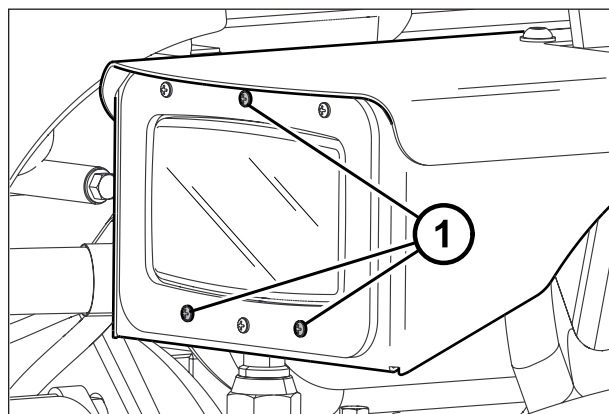

Fig. 128
- 5 - Para efectuar eventuales regulaciones usar los tornillos (1) Fig. 128.